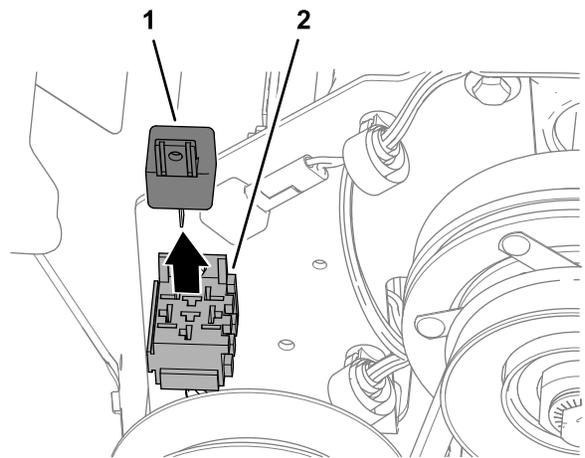

Bild 21
3. Führen Sie das Relais in den 5-Buchsen-Stecker des Kabelbaums ein (Bild 21).